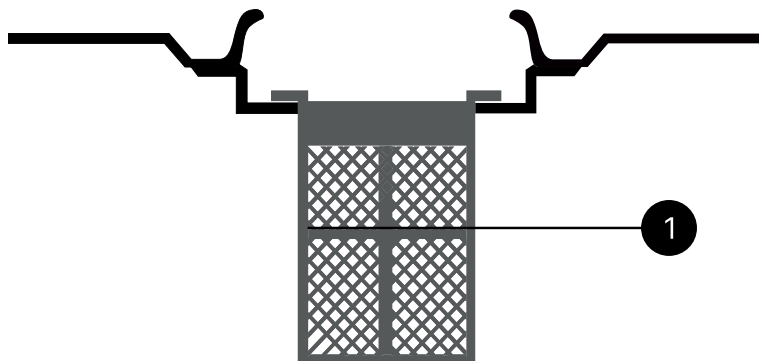

рис. 9. Максимальный уровень топлива
Максимальный уровень топлива показан на Рис. 9.
3. Залейте бензин в топливный бак при помощи специальной емкости или воронки до уровня, показанного на Рис. 9.